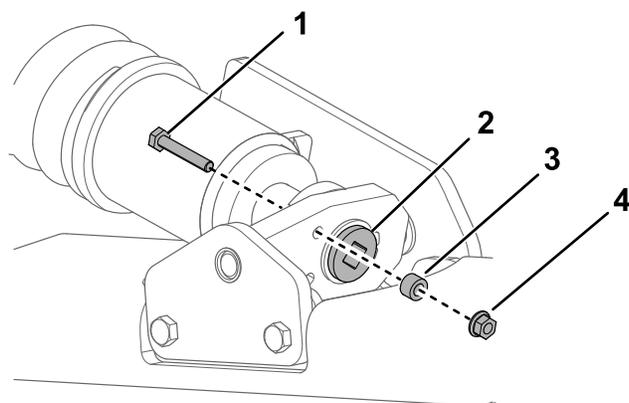

**図 56**
図 56のように、機体の左右どちらかの側を浮かせた状態で支持し、クローラの自重を利用してロードホイール
5. 図 56 のように、ドライブラチェット 1/2" で、テンションねじを回して、クローラのたるみを 12.7 mm に調整する。
9. 図 56 のように、クローラのたるみが 12.7 mm となっていることを確認する。必要に応じて調整する。
20. 図 56のように、ドライブラチェット1/2"で、テンションねじを左に回して、クローラのたるみを12.7 mmに調整する。
25. 図 56のように、クローラのたるみが12.7 mmとなっていることを確認する。